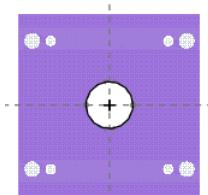

图 31.102 截面草图
Step4. 绘制截面草图。绘制图 31.102 所示的截面草图(一个圆)，完成截面的绘制后，单击“草绘”操控板中的“确定”按钮 \checkmark 。